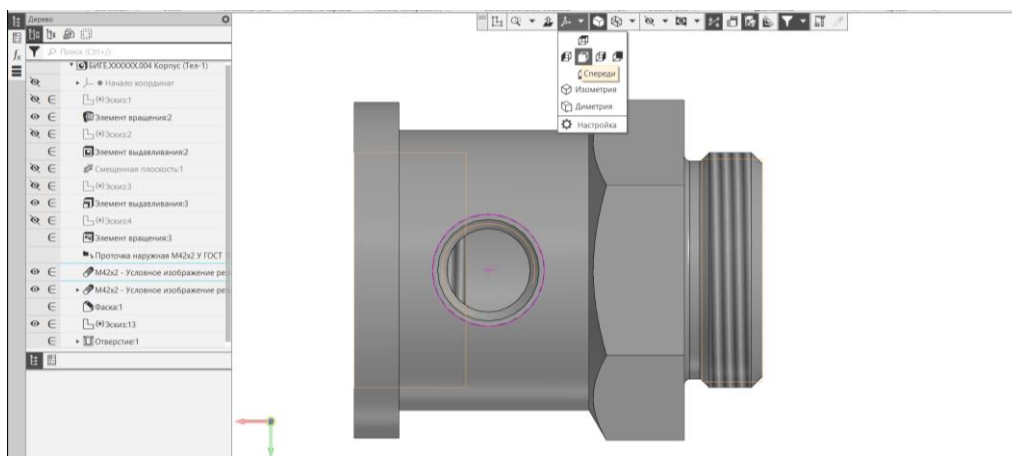

Рис. 10 Панель быстрого доступа. Настройка ориентации модели
- **Панель быстрого доступа – Ориентация – Настройка (рис. 10).**